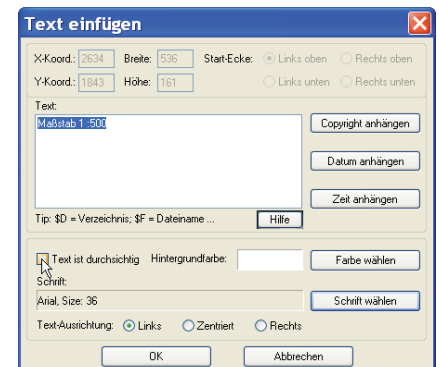

Abb. 8-6: Text formatieren und einfügen
- Zunächst ist mit der Maus ein Rechteck im Bild zu zeichnen, um die Position des Textes festzulegen. Dann mit M BEARBEITEN | TEXT EINFÜGEN (Markierung)⁶³ den Text schreiben und formatieren (Abb. 8-6).